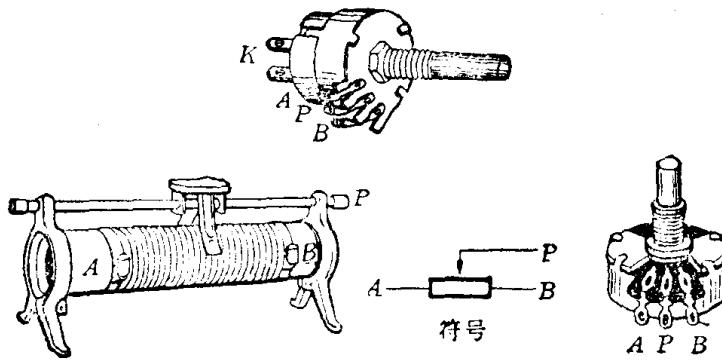

图1-7 滑线变阻器与电位器
4. 滑线变阻器与电位器(图1-7)。用在电阻值要求经常变动的场合。